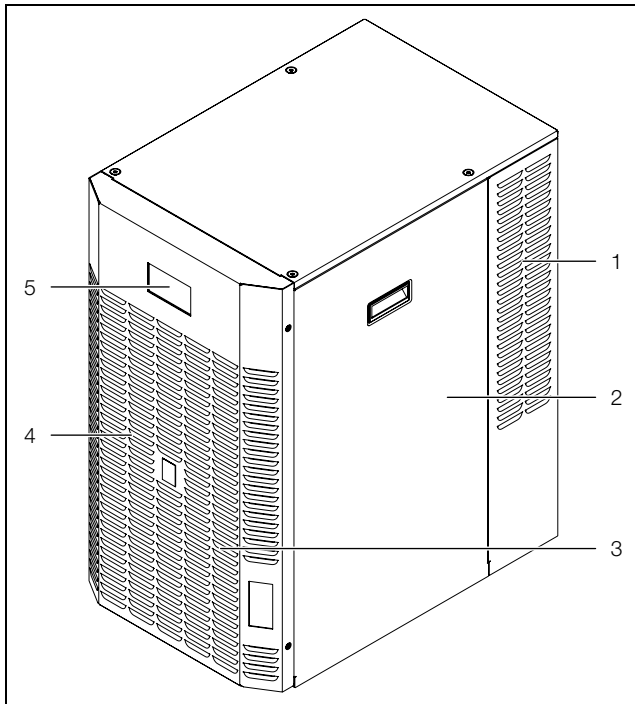
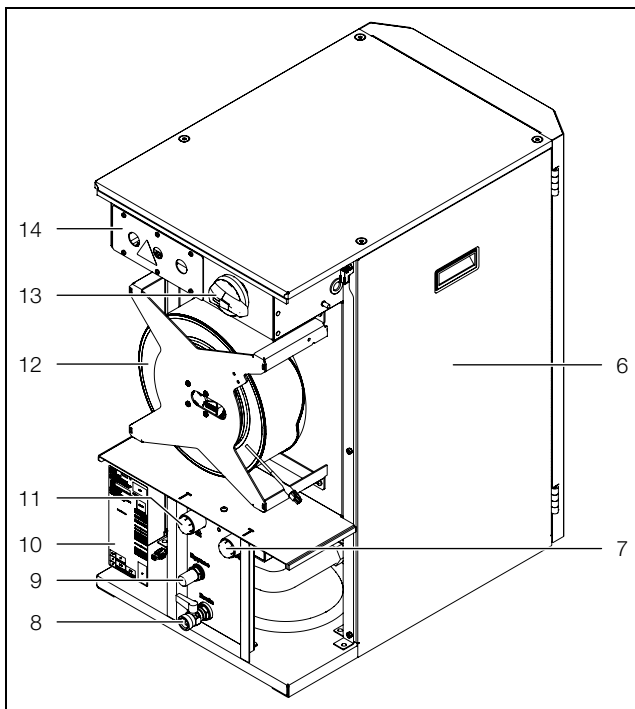

Imagen 12: Vista frontal
Imagen 13: Vista posterior (con la cubierta extraída)
**Legenda imagen 12 y imagen 13**